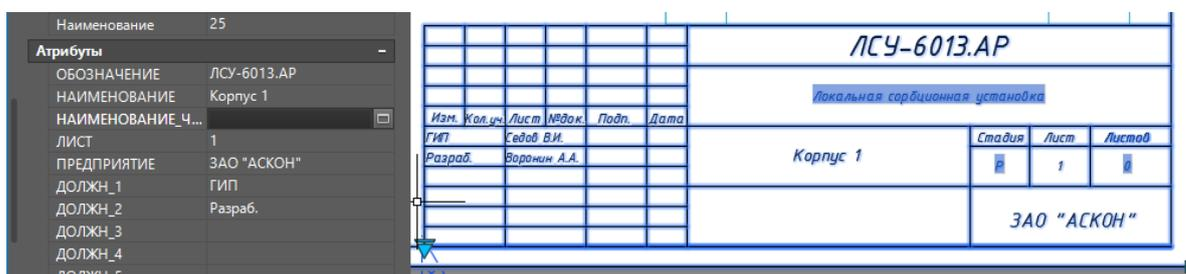

Рис.2.3.6 Ввод значения атрибутов штампа
4. Выделяем штмп, переходим в панель свойств, находим Атрибут **Наименование Чертежа**, нажимаем кнопку ввода значения (рис.2.3.6).